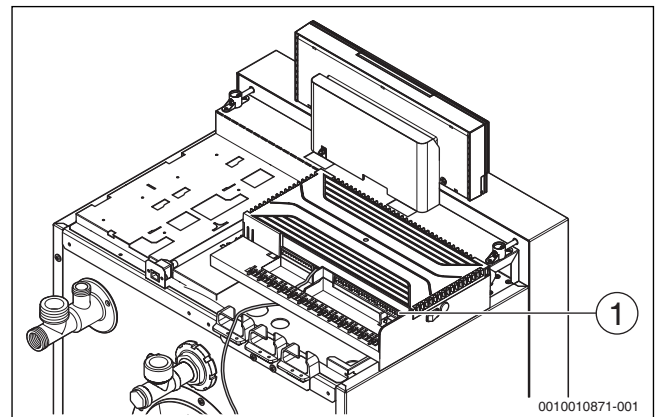

Bild 26 Netzanschluss herstellen
- ▶ Netzanschluss über die Klemme an IN - Netzeingang herstellen (→ Bild 26, [1]).